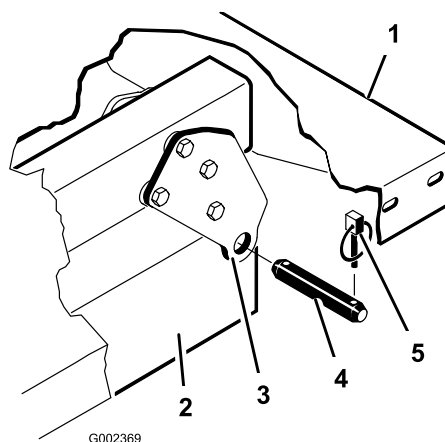

Figure 36
3. Retirez les axes qui fixent les côtés tiges de vérins aux plaques de montage du plateau en les poussant vers l'intérieur (Figure 36).
4. Enlevez les goupilles à anneau et les axes de chape qui fixent les supports de pivot aux profilés du châssis (Figure 36).
Remarque: Vérifiez que les plaques de pivot arrière sont boulonnées au châssis/profilé du véhicule de sorte que l'extrémité inférieure soit inclinée vers l'arrière (Figure 36).
2. Placez le plateau sur le châssis du véhicule avec précaution et en alignant les trous des plaques de pivot arrière sur ceux du profilé arrière du châssis. Montez 2 axes de fixation et goupilles à anneau (Figure 36).
3. Abaissez le plateau, fixez chaque extrémité de la tige du vérin aux fentes appropriées dans les plaques de montage du plateau au moyen d'un axe et d'une goupille à anneau. Insérez l'axe de fixation par l'extérieur du plateau, la goupille à anneau étant à l'extérieur (Figure 36). Les fentes arrière sont réservées à l'installation du plateau complet et les fentes avant à l'installation du plateau 2/3.